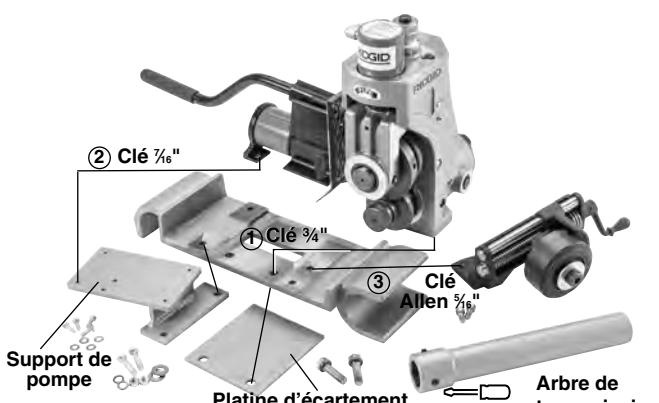

Figure 5 – Montage de la 918 sur embase 1224
- Reportez-vous à la *Figure 5* pour les détails. Les chiffres encerclés représentent les étapes 1 à 4 du processus ci-devant. Reportez-vous à la rubrique **Assemblage** pour les figures indiquant les montage de la 918 sur les divers systèmes d'entraînement.